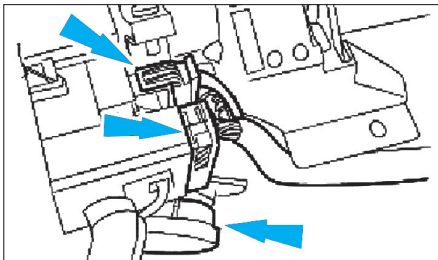

Fig. 35
- Débrancher les connecteurs de commutateurs multifonction puis détacher l'émetteur-récepteur du dispositif antivol passif (PATS) (Fig.35).